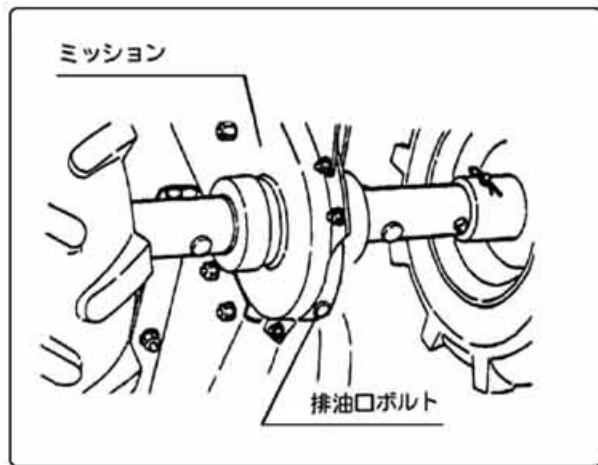

図35
- ②ミッションケース下部にある排油口ボルトを取り外して汚れたオイルを流し出してください。(図35)
- ③給油口からミッションオイルをゆっくり給油してください。